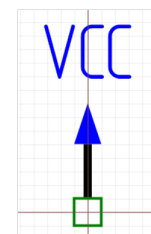

Рис. 64 Порт VCC
- VCC (Питание) – обозначения входа питания, см. Рис. 64.